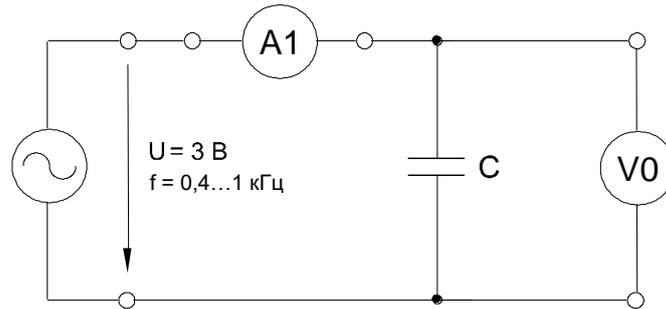

Рисунок 6.4 – Схема электрической цепи
- Соберите цепь согласно схеме (рис. 6.4), установите синусоидальное напряжение $U = 5 \text{ В}$ и $f = 1 \text{ кГц}$ на выходе регулируемого источника, затем присоедините источник к входным зажимам цепи.